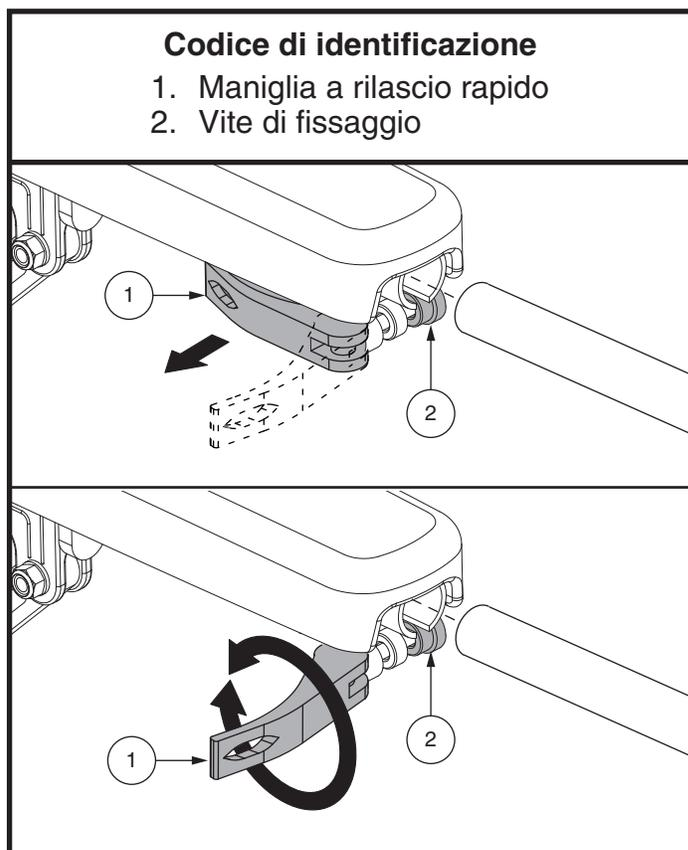

Figura 9. Rimozione/installazione del bracciolo
2. Sganciare la maniglia a rilascio rapido ed allentare la vite di fissaggio. **Vedere figura 9.**
4. Alzare il bracciolo del joystick e allentare la vite di fermo. **Vedere figura 9.**